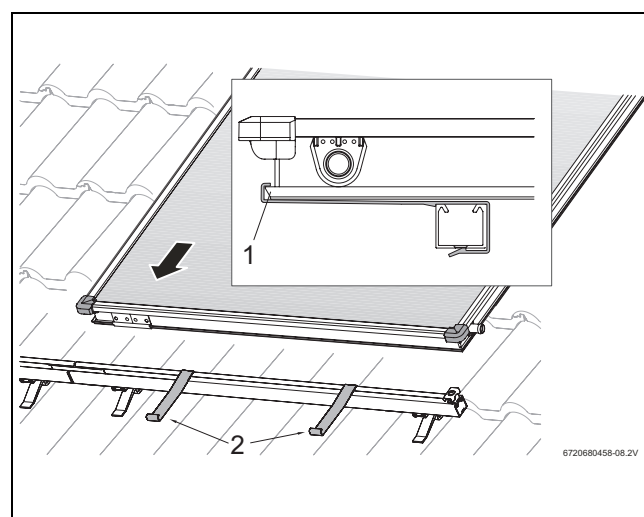

Fig. 38 Colocar el primer captador sobre los perfiles guía
- Coloque el primer captador sobre los perfiles guía y déjelo deslizar hasta los seguros contra deslizamiento (Fig. 38).
El borde inferior del captador debe descansar sobre la abertura del seguro contra deslizamiento (Fig. 38, [1]).